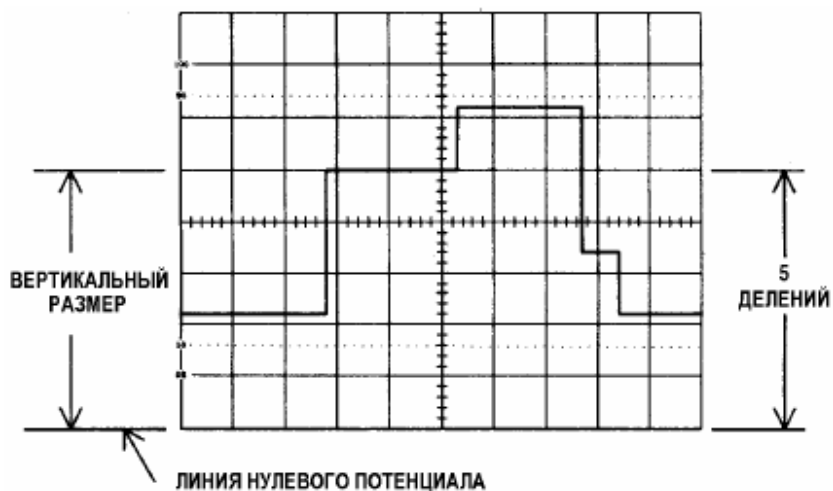

Рис. 5.6 Измерение напряжения в точке осциллограммы
6. Используя ручку регулятора HORIZONTAL POSITION, совместите точку осциллограммы, в которой необходимо измерить напряжение с центральной вертикальной осью сетки, которая имеет дополнительную разметку с шагом в 0,2 клетки. Используя разметку, вычислите напряжение в точке. Например, если переключатель VOLT/DIV установлен на 0,5 В/дел., то для осциллограммы рис.5.6 напряжение будет составлять 2,5 В (5,0 делений x 0,5 В = 2,5 В).